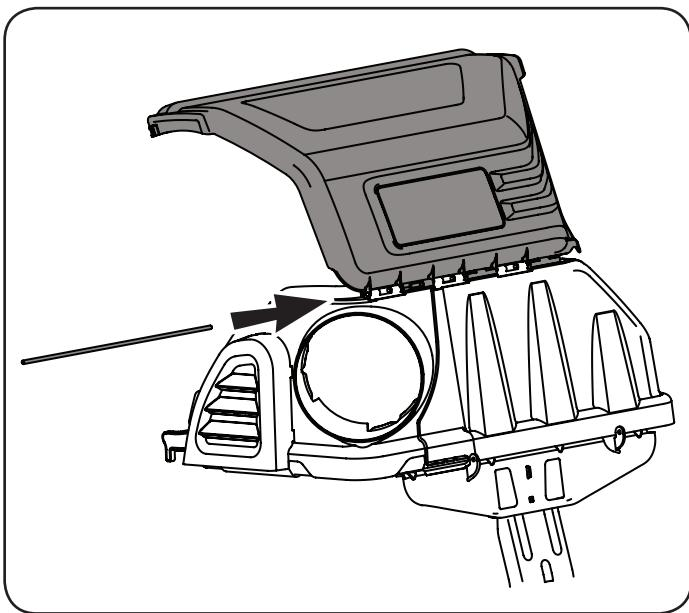

Figura 15
4. Desde el frente del conjunto, se deben alinear las lengüetas de la cubierta del colector de césped superior con las lengüetas en el frente del soporte del canal superior. Deslice el pasador de horquilla a través de las ranuras comenzando en el soporte del canal superior del lado derecho de las lengüetas de montaje, como en la Figura 15. Oprima el pasador completamente hasta que llegue al tope de extremo.